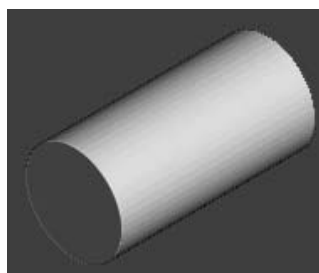

图 4-87 仿真加工结果
2) 在“仿真”工具栏的“当前刀具路径”下拉列表中选择要模拟的刀具路径 finish1，然后单击“执行”按钮, 系统开始自动仿真加工，仿真加工结果如图 4-87 所示。